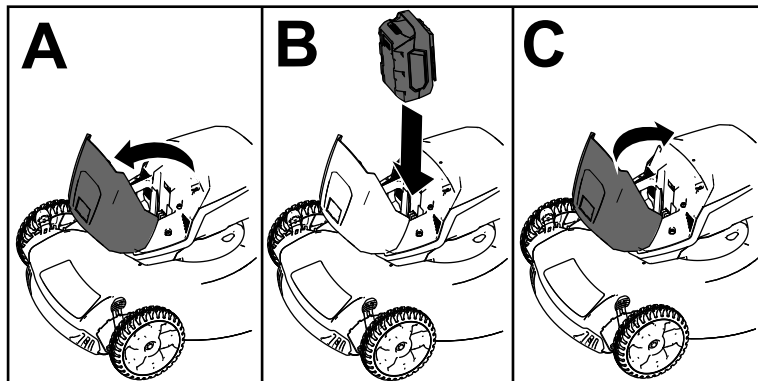

Figura 7
2. Ridicați capacul compartimentului pentru acumulator (A din Figura 7).
3. Aliniați canalul acumulatorului cu limba de pe mână și glisați acumulatorul în compartiment până când se fixează prin blocare (B din Figura 7).
4. Închideți capacul compartimentului pentru acumulator (C din Figura 7).